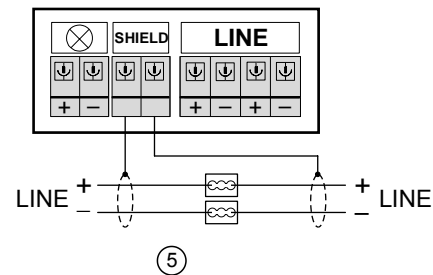

Fig. 2
1. Prepare the wires of the detector line; so that **later** they can be connected to the spring clip 'LINE' (see Fig. 2).
2. Connect the positive and negative poles of the detector line each to a micro terminal or a connection terminal (see Fig. 2). The detector line must be not interrupted when it shall be tested.
3. When **shielded** cables are used for the detector line, the shielding of the two detector line cables (incoming and outgoing) must be connected to the spring clips 'SHIELD' (see Fig. 2). To insert the wire, release the spring clip with a screwdriver. The shielding must not be in contact with any extraneous potentials or metal parts.
1. Bereiten Sie die Drähte der Melderlinie so vor, damit sie **später** an der Federklemme 'LINE' angeschlossen werden können (siehe Fig. 2).
2. Verbinden Sie die Pluspole und die Minuspole der Melderlinie mit je einer Mikroklemme oder einer Verbindungsklemme (siehe Fig. 2). Damit die Melderlinie getestet werden kann, darf sie nicht unterbrochen sein.
3. Werden **abgeschirmte** Kabel für die Melderlinie eingesetzt, müssen die Abschirmungen der beiden Melderlinienkabel (kommend und gehend) an den Federklemmen 'SHIELD' angeschlossen werden (siehe Fig. 2). Um den Draht einzuschieben, entlasten Sie die Federklemme mit einem Schraubenzieher. Die Abschirmungen dürfen keine fremden Potenziale oder Metallteile berühren.
1. Préparez les câbles de la ligne de détection de façon à pouvoir les raccorder **ultérieurement** au clip à ressort 'LINE' (voir fig. 2).
2. Reliez les pôles plus et les pôles moins de la ligne de détection avec respectivement un microbornier ou un bornier (voir fig. 2). Pour pouvoir tester la ligne de détection, elle ne doit pas être interrompue.
3. Si des câbles **blindés** sont utilisés pour la ligne de détection, les écrans des deux câbles de lignes de détection (arrivée et départ) doivent être raccordés aux clips à ressort 'SHIELD' (voir fig. 2). Pour insérer le fil, faites levier sur le clip à ressort à l'aide d'un tournevis. Les écrans ne doivent être en contact avec aucun autre potentiel ou pièce métallique.